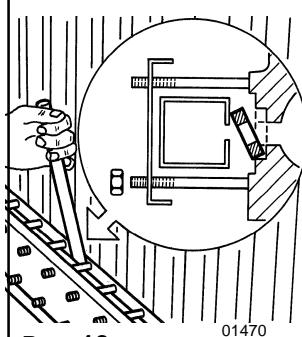

Рис. 10
- Отодвинуть обратный чугунный коллектор на 15-20 мм с помощью рычага (монтажники или отвертки). Установить прокладки под углом нижней частью в отверстие и верхней к коллектору (рис. 10 и 11).
- Произвести такую же операцию для установки прокладок (рис. 10 и 11).